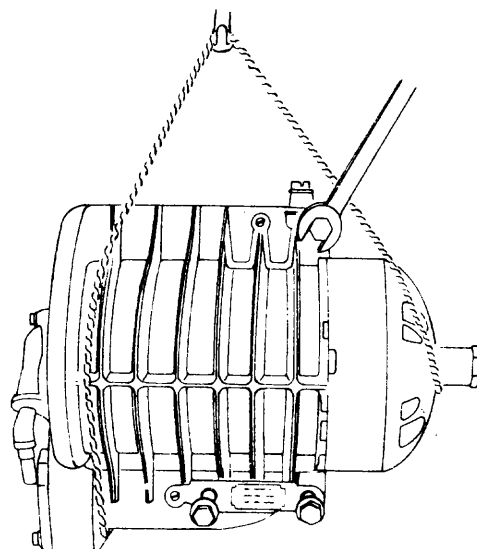

Fig. 1
- 2 Ponga un soporte adecuado al superalimentador (fig. 1).